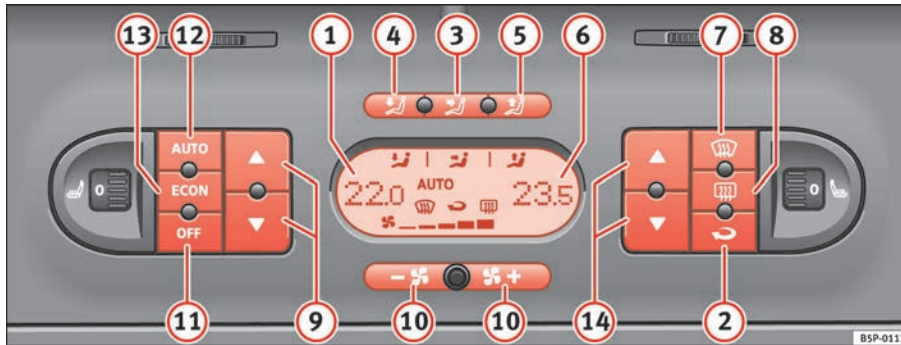

Abb. 133 In der Instrumententafel: Bedienelemente 2C-Climatronic
- Drücken Sie eine der Tasten ⇒ Seite 163, Abb. 133 (3) bis (5), die Taste **ECON** oder drücken Sie die Gebläsetasten (10). Am Display erlischt das Symbol **AUTO**.
- Drücken Sie die Taste  ⇒ Seite 163, Abb. 133 , um den Umluftbetrieb ein- oder auszuschalten. Bei eingeschaltetem Umluftbetrieb erscheint am Display das Symbol .